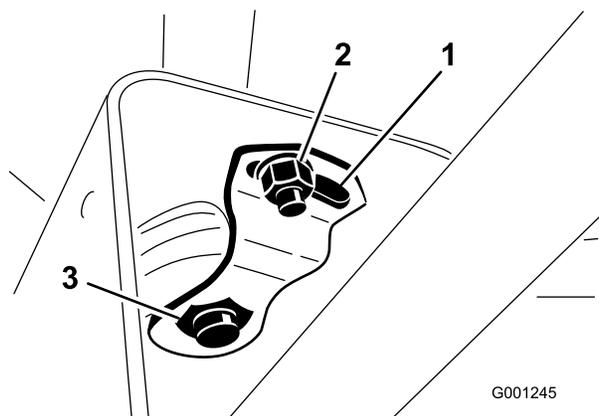

図 70
2. カバーを上をスライドさせてピボットブラケットをを露出させる (図 70)。
3. 小さいナットをゆるめ、ピボットブラケットの下の大きいナットが締まるまでピボットブラケットを回す (図 70)。